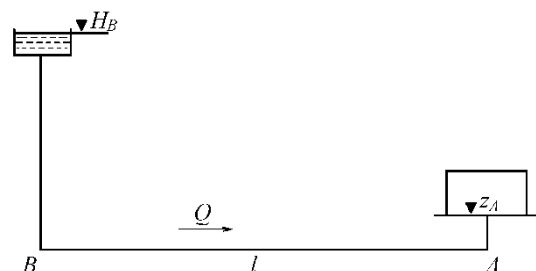

Рис. 2
- Определить диаметр трубопровода для подачи 15 л/с воды от водонапорной башни  $B$  до предприятия  $A$  (рис. 2) при длине трубопровода  $l = 1000$  м, отметке уровня воды в башне  $H_B = 32$  м, геодезической отметке в конце трубопровода  $z_A = 2$  м и свободном напоре  $H_{св} \geq 12$  м, если трубы:
Перепад уровней в пьезометрах до сужения ( $D_1 = 0,1 \text{ м}$ ) и в узкой горловине ( $D_2 = 0,05 \text{ м}$ ) в трубе круглого сечения, в которой установлен водомер Вентури, составляет  $0,4 \text{ м}$ . Ускорение свободного падения принять равным  $10 \text{ м/с}^2$ ,  $\pi = 3,14$ . При входе в узкую горловину водомера, приведенного на рис. 2,
Перепад уровней в пьезометрах до сужения ( $D_1 = 0,1 \text{ м}$ ) и в узкой горловине ( $D_2 = 0,05 \text{ м}$ ) в трубе круглого сечения, в которой установлен водомер Вентури, составляет  $0,4 \text{ м}$ . Ускорение свободного падения принять равным  $10 \text{ м/с}^2$ ,  $\pi = 3,14$ . На рис. 2 постепенное расширение называется...